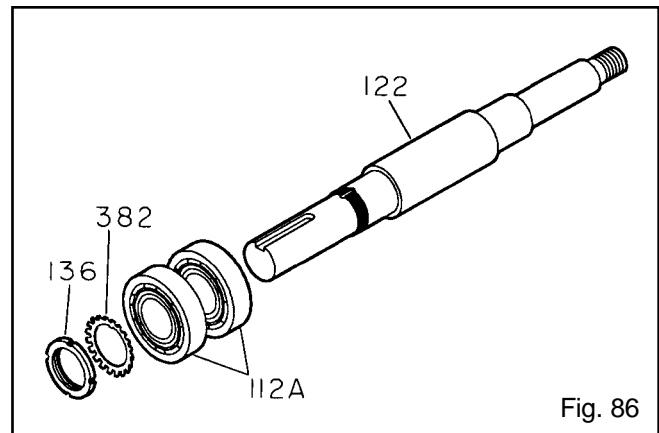

Fig. 86
10. Quite la contratuerca del cojinete (136) y la arandela de seguridad del cojinete (382) (Fig. 86).